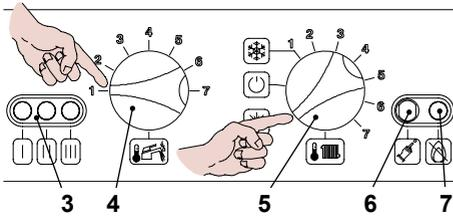
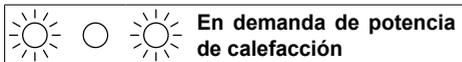

Fig. 9.8
Fig. 9.10
- Suministre alimentación eléctrica a la caldera mediante el interruptor bipolar presente en la instalación; la luz de aviso 3 en Fig. 9.8 parpadea cada 4 segundos.
- Ponga el selector 5 como se muestra en Fig. 9.8; la luz de aviso 3 parpadea cada 2 segundos aproximadamente.
- Mantenga presionado el pulsador de restablecimiento 6 en Fig. 9.8 durante unos 10 segundos, la luz de bloqueo 7 en Fig. 9.8 iniciará a parpadear.
- Para programar la función de deshollinador, los indicadores luminosos 3 en Fig. 9.8 deben resultar como en Fig. 9.9 (leyenda indicadores en pág. 38)
- Vuelva a presionar el pulsador de restablecimiento 6 en Fig. 9.8 durante unos 5 segundos, la luz de bloqueo 7 en Fig. 9.8 se apaga, mientras los indicadores 3 en Fig. 9.8 parpadean en modalidad de demanda de potencia de calefacción Fig. 9.10